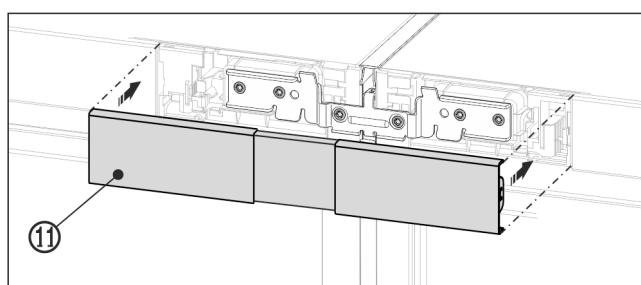

Fig. 23 例图
- ▶ 将上盖板 Fig. 23 (11)卡紧在两块操作板中间空位处。注意，盖板外侧必须与操作板平整连接。